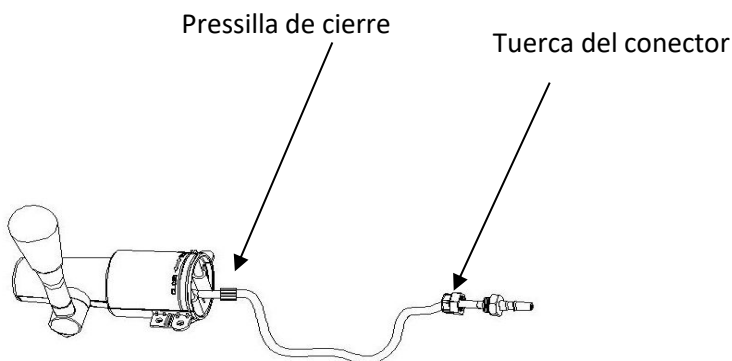

Figura 33
B. CAMBIO DEL TUBO DE LA CERVEZA (ver figura 33)